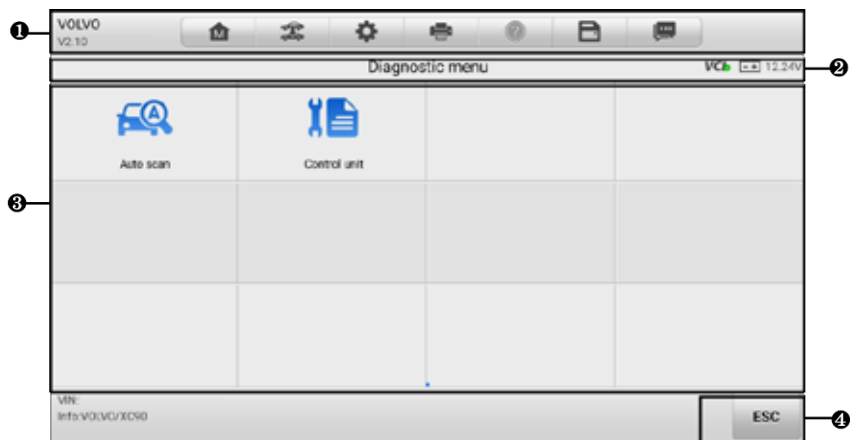

Abbildung 4-4 Bildschirm des Diagnosemenüs
3. Wählen Sie **Auto Detect**. Das Tablet startet den VIN-Scan der ECU des Fahrzeugs. Sobald das Testfahrzeug erfolgreich identifiziert wurde, führt das System Sie zum Bildschirm des Fahrzeugdiagnosemenüs. Siehe Abbildung 4-4 Bildschirm "Diagnosemenü".